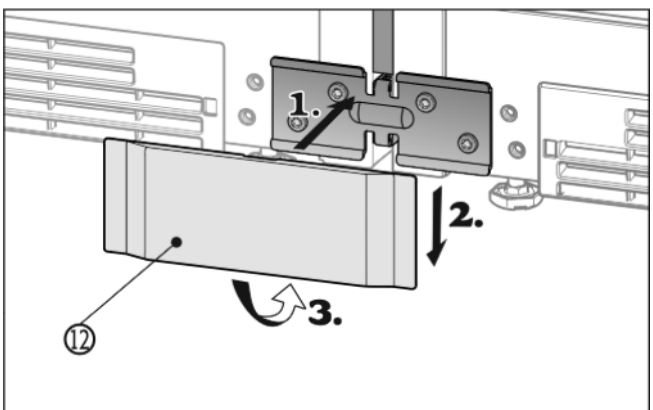

Fig. 16
- ▶ Насадите нижнюю крышку Fig. 16 (12) сверху на угол (1), сдвиньте вниз (2) и зафиксируйте снизу (3).